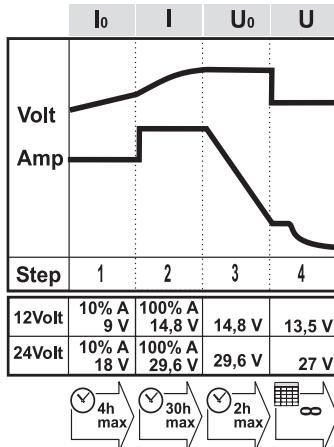

Fig.3
- ❸ La carica è del tipo IU: (2 fasi di carica senza mantenimento “Floating”) Fig.3. Il carica batterie non passa alla fase “Floating”.